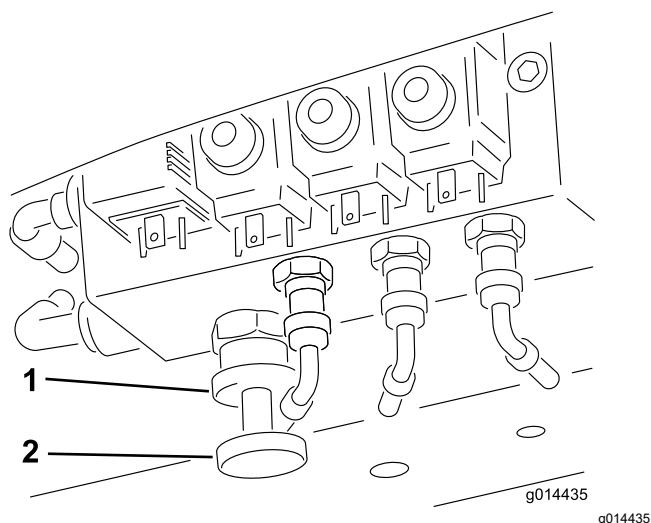

Figura 33
Para activar la transferencia de peso: Puede variarse la cantidad de peso transferida dependiendo de las condiciones de trabajo, girando la rueda de transferencia manual de peso (Figura 33):
1. Afloje la contratuerca de la válvula ½ vuelta en sentido antihorario y sujétela en esa posición (Figura 33).
2. Gire la rueda manual de la válvula (Figura 33) en sentido antihorario para reducir la transferencia de peso o en sentido horario para aumentar la transferencia de peso.